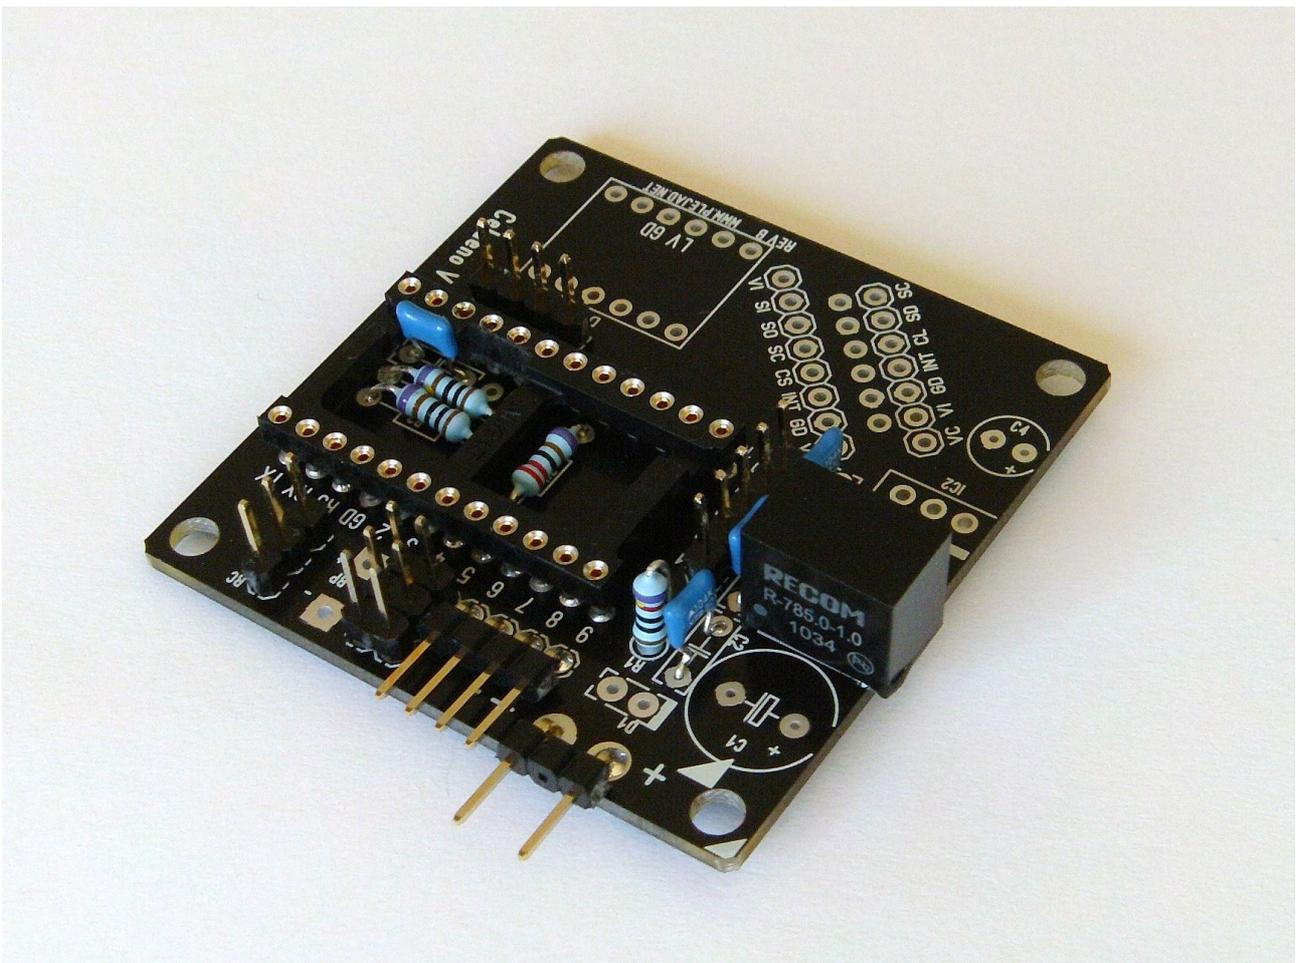

Abbildung 9: Einbau des RECOM Spannungswandlers
- die Beschriftung am Wandler in Richtung des weissen Pfeils auf der Platine zeigt (siehe Abbildung 9)